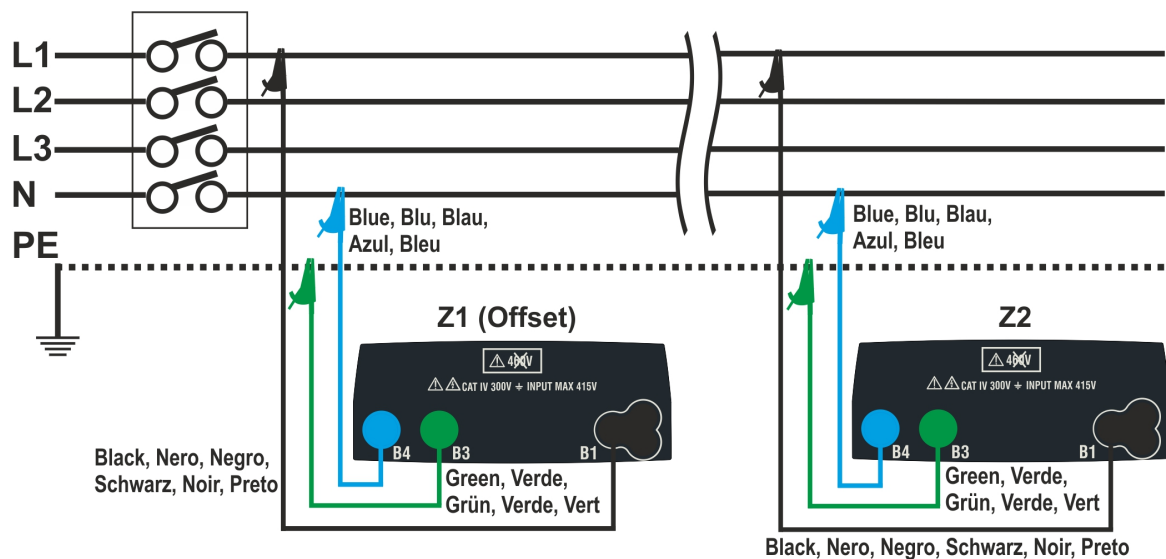
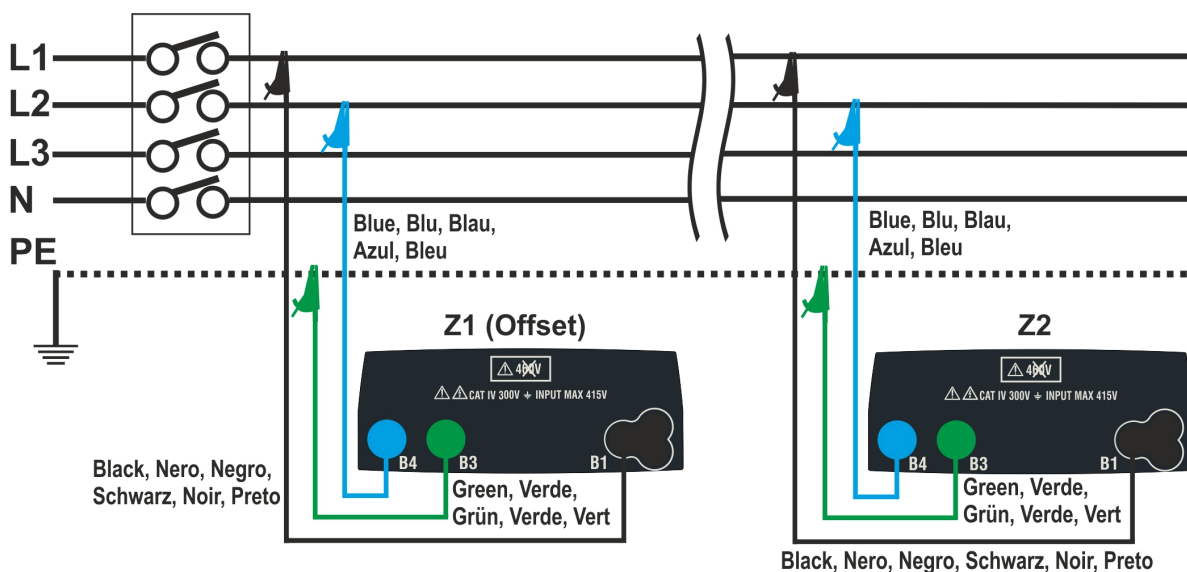

Fig. 37: Collegamento strumento per misura caduta di tensione in modo L-N
Fig. 38: Collegamento strumento per misura caduta di tensione in modo L-L
4. Collegare lo strumento al punto iniziale della linea principale in prova (tipicamente a valle di un dispositivo di protezione) in base alla Fig. 37 o Fig. 38 per effettuare la prima misura di impedenza **Z1 (Offset)**. In questo caso lo strumento misurerà l'impedenza a monte del punto iniziale della linea principale in prova prendendola come riferimento di partenza. La schermata seguente (riferita alla misura L-L) è mostrata a display
7. Collegare lo strumento al punto finale della linea principale in prova in accordo alle Fig. 37 o Fig. 38 per misurare l'impedenza **Z2** a fine linea. Notare il il valore Z1 (Offset) precedentemente misurato mostrato a display